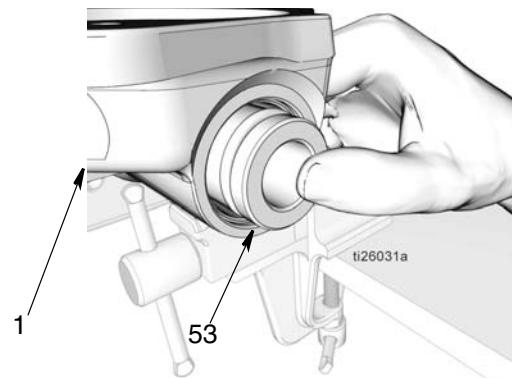

图 43
- 使用拇指将衬套 (53) 按入泵底座 (1)。然后使用软杆，将衬套尽可能地向下按 (图 43)。